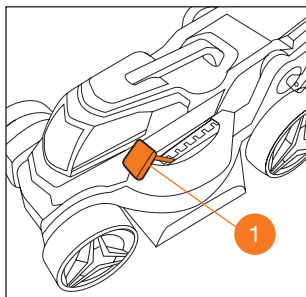

Рис. 17
Регулировку высоты скашивания производите перемещением рукоятки ❶. Отклоните рукоятку в направлении от зацепления и установите в одно из шести положений от 25 до 75 мм (Рис. 17).